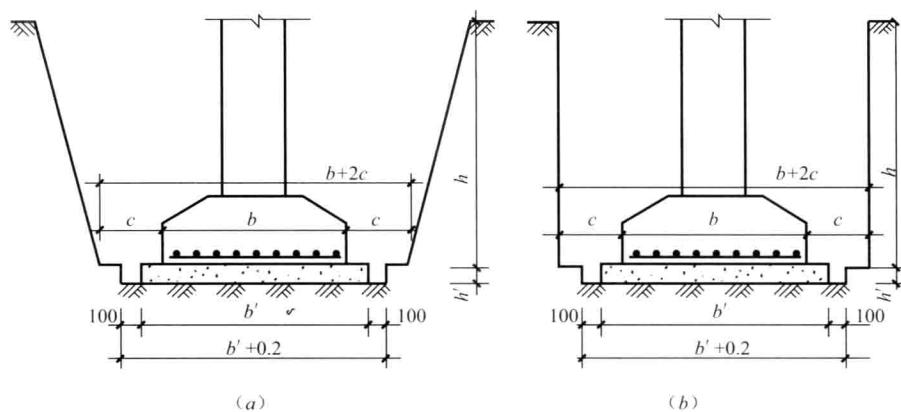

图 1-11 沟槽断面示意图 (一)
1) 两面放坡如图 1-11 (a) 所示：
2) 不放坡无挡土板如图 1-11 (b) 所示：
3) 不放坡加两面挡土板如图 1-11 (c) 所示：
4) 一面放坡一面挡土板如图 1-11 (d) 所示：